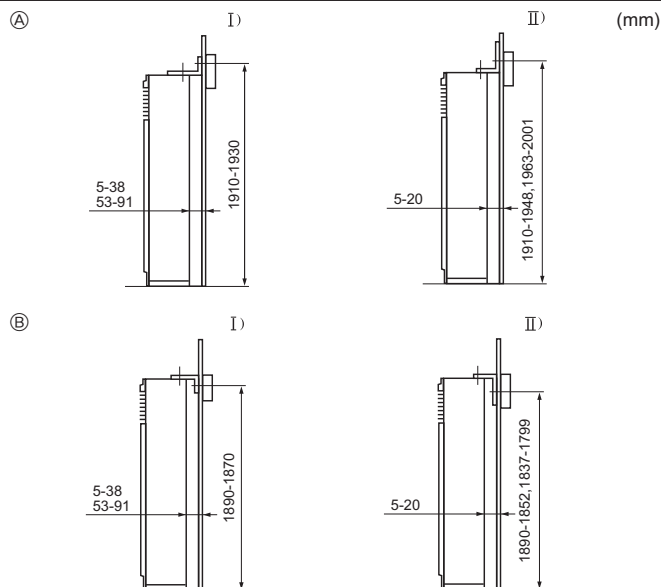

Fig. 3-3
Το γωνιακό λαμάκι στήριξης ① τοποθετείται στην άνω επιφάνεια της μονάδας. Βγάλτε τις λαμαρινόβιδες ② και στη συνέχεια επανατοποθετήστε το λαμάκι όπως φαίνεται στην εικόνα. Για τις κατάλληλες αποστάσεις τοποθέτησης, δείτε στη Fig. 3-3.
3.3. Τοποθέτηση του γωνιακού λαμακιού στήριξης (Fig. 3-3)